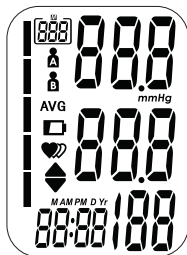

Fig. 2
4. Presione y suelte el botón **START•STOP** para encender la unidad. Ésta parpadeará por un instante indicando que está realizando una autoverificación, Fig. 2.